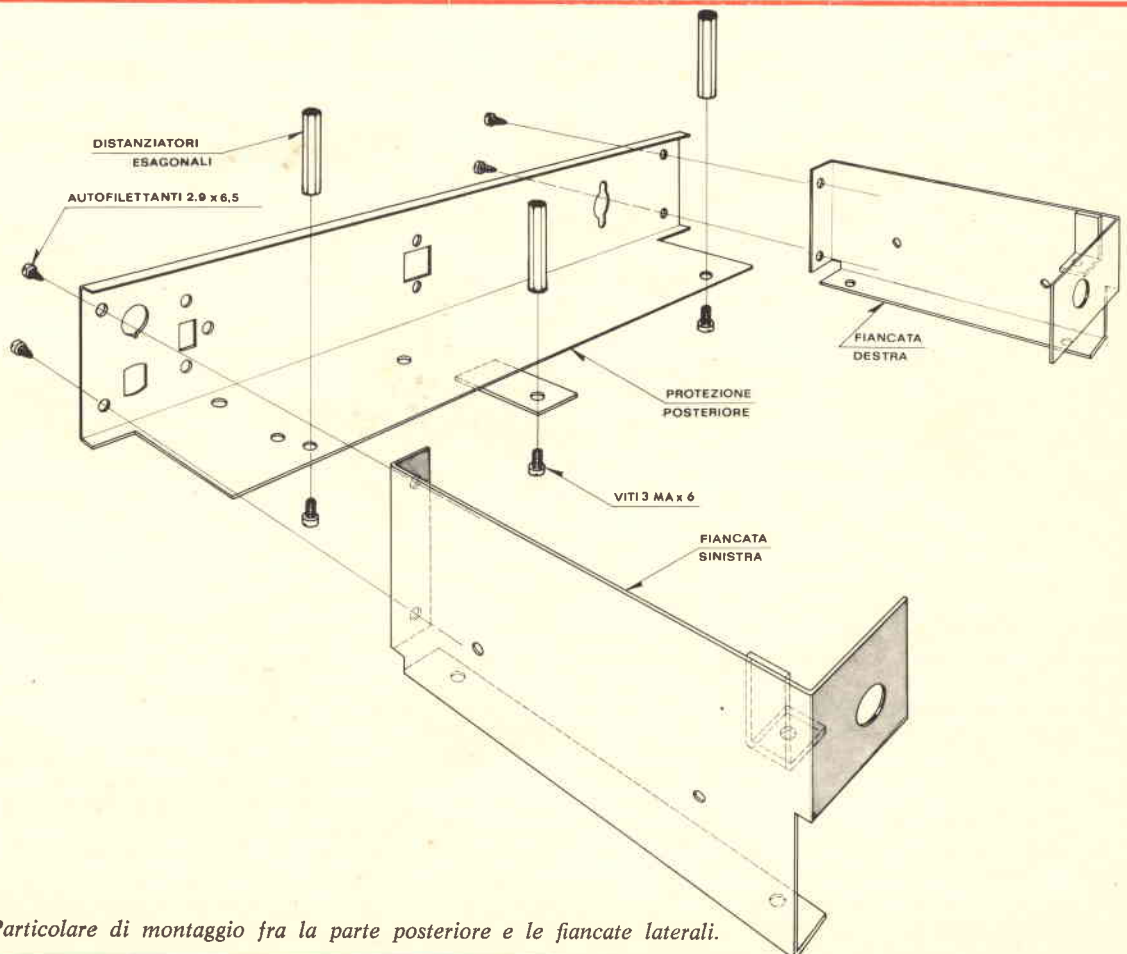

Fig. 13 - Particolare di montaggio fra la parte posteriore e le fiancate laterali.
- Montare le due fiancate destra e sinistra - fig. 13 - al pannello posteriore.